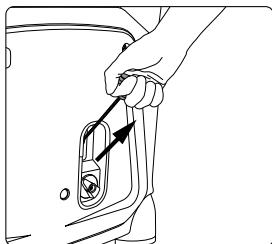

рис. 23
Медленно потяните ручку стартера (17) (рис. 23) до тех пор, пока не почувствуете сопротивления. Это «точка сжатия». Верните ручку в начальное положение и затем резко потяните. Не вытягивайте шнур на полную длину. Когда двигатель заведется, дайте ручке стартера вернуться в начальное положение, плавно, не отбрасывая рукоятку, опустите руку, позволив шнuru вновь вернуться в барабан.